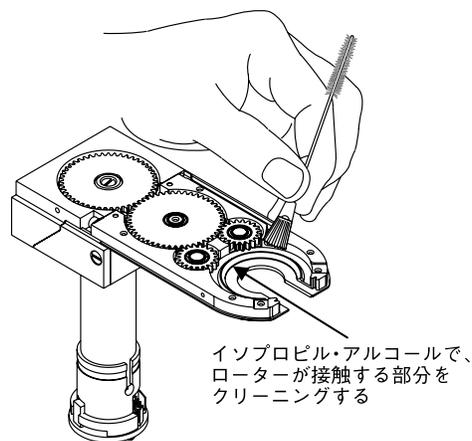

図 50：ローター軌道溝をイソプロピル・アルコールでクリーニングする
9. ウェルド・ヘッド付属のナイロン製ブラシを使用して、ギアの歯のクリーニングを行います。図 50 をご参照ください。
10. 綿棒およびイソプロピル・アルコールを使用して、ギアの表面のクリーニングを行います。図 50 をご参照ください。